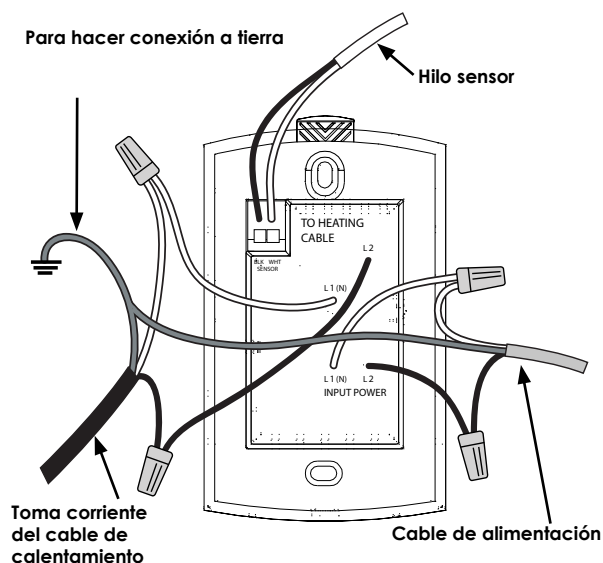
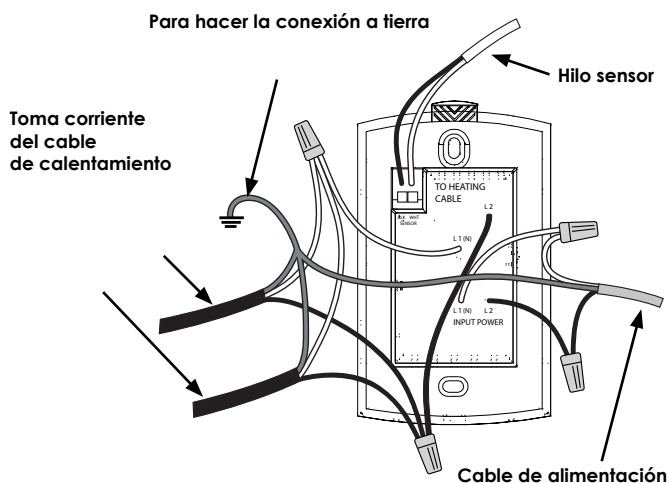

Figura 5
Figura 6
4. Prepare cada cable calentador / cable toma corriente para conexión o empalme y conecte según la figura 5 o figura 6, como sea aplicable.
5. Prepare el cable del sensor según la Figura 5 ó la Figura 6, según el caso. Use un destornillador para la conexión al cable del sensor (alambres blanco y negro), a los terminales BLK y WHT correspondientes.